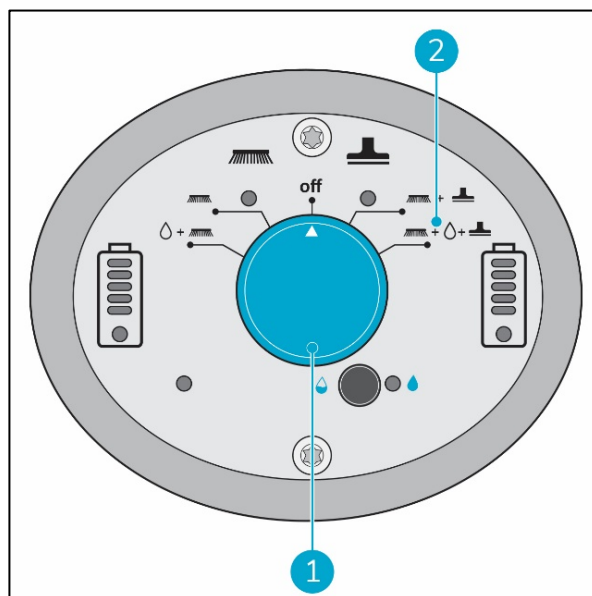

Figure 22
2. Utilisez l'interrupteur principal de l'i-mop® XXL basic (Figure 22, pos 1) et sélectionnez le MODE 4 Brosse + Eau / Solution de nettoyage + Aspiration à sec (Figure 22, pos 2).